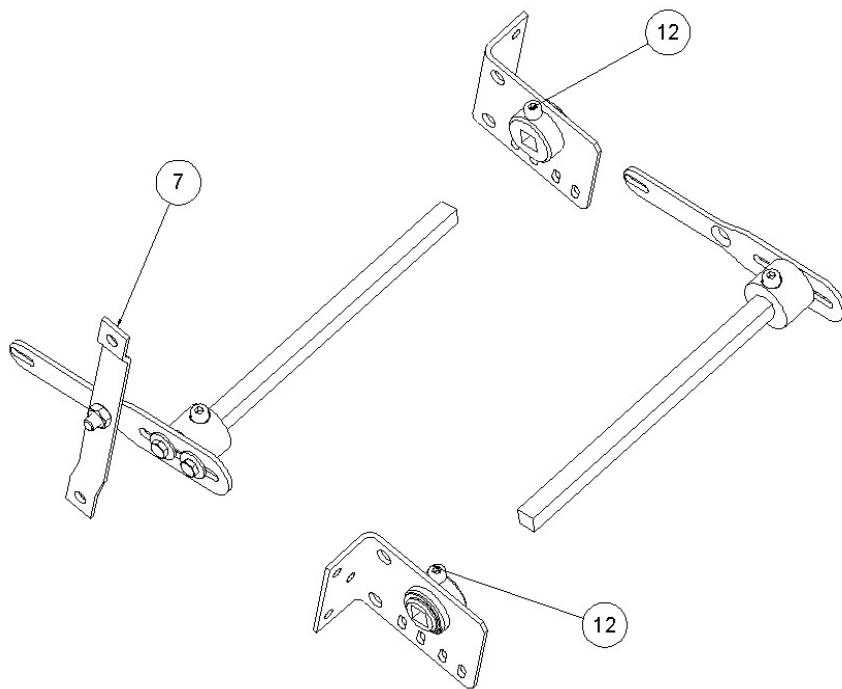

Figure.5
- 5. ASSEMBLAGE DES PLAQUES BASE ET DES BRAS:** Avant d'assembler les plaques base aux bras, il faut différencier quelle plaque base fait partie de chacun des côtés de la barre de commande. Introduisez le bras dont l'arrimage limiteur (7) se trouve sur la plaque du côté où est placé le limiteur de vitesse de l'ascenseur, et celui qui n'a pas d'arrimage sur la plaque du côté opposé. Serrez la vis (12) de la bague d'appui sur l'axe, de façon à ce que les deux soient reliés – Fig. 5 –.